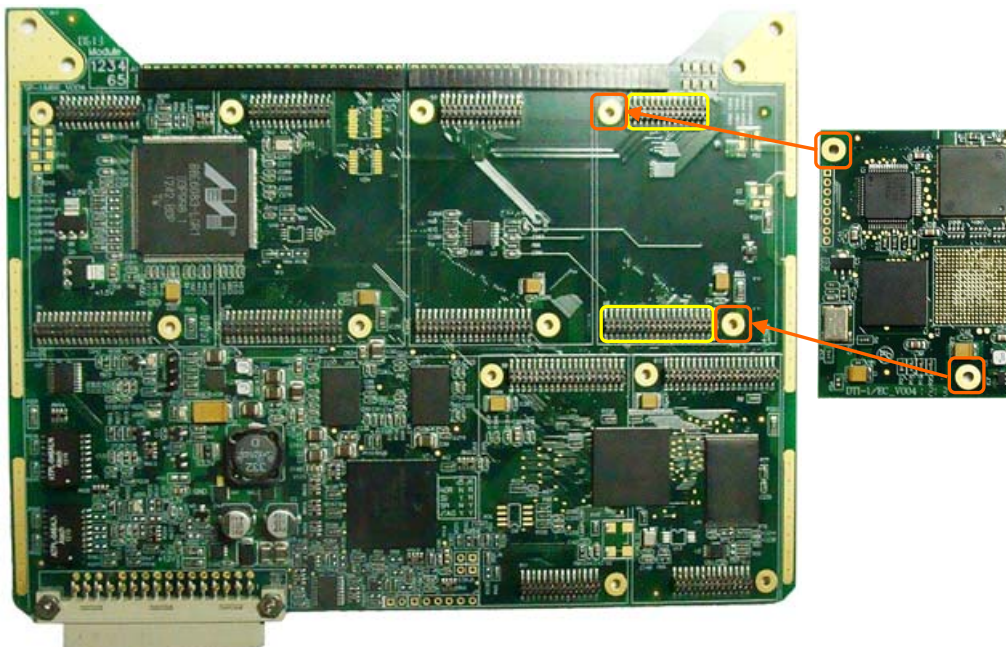

图 6-5 模块拆装示意图
- ① 将板卡从机器中取出，平放在工作台上，正面向上。注意板卡下要平整，没有异物。确定要安装模块的位置，准备好需要安装的模块。
- ② 如图 6-5 所示，先在底板上要安装模块的位置上安装好六角螺柱，在母板背面用螺丝固定好。安装六角螺柱的位置见图中红色框。
- ③ 双手拿住模块，正面朝上，如图 6-5 中右侧的模块，短的插座对应母板上短的插针，大致